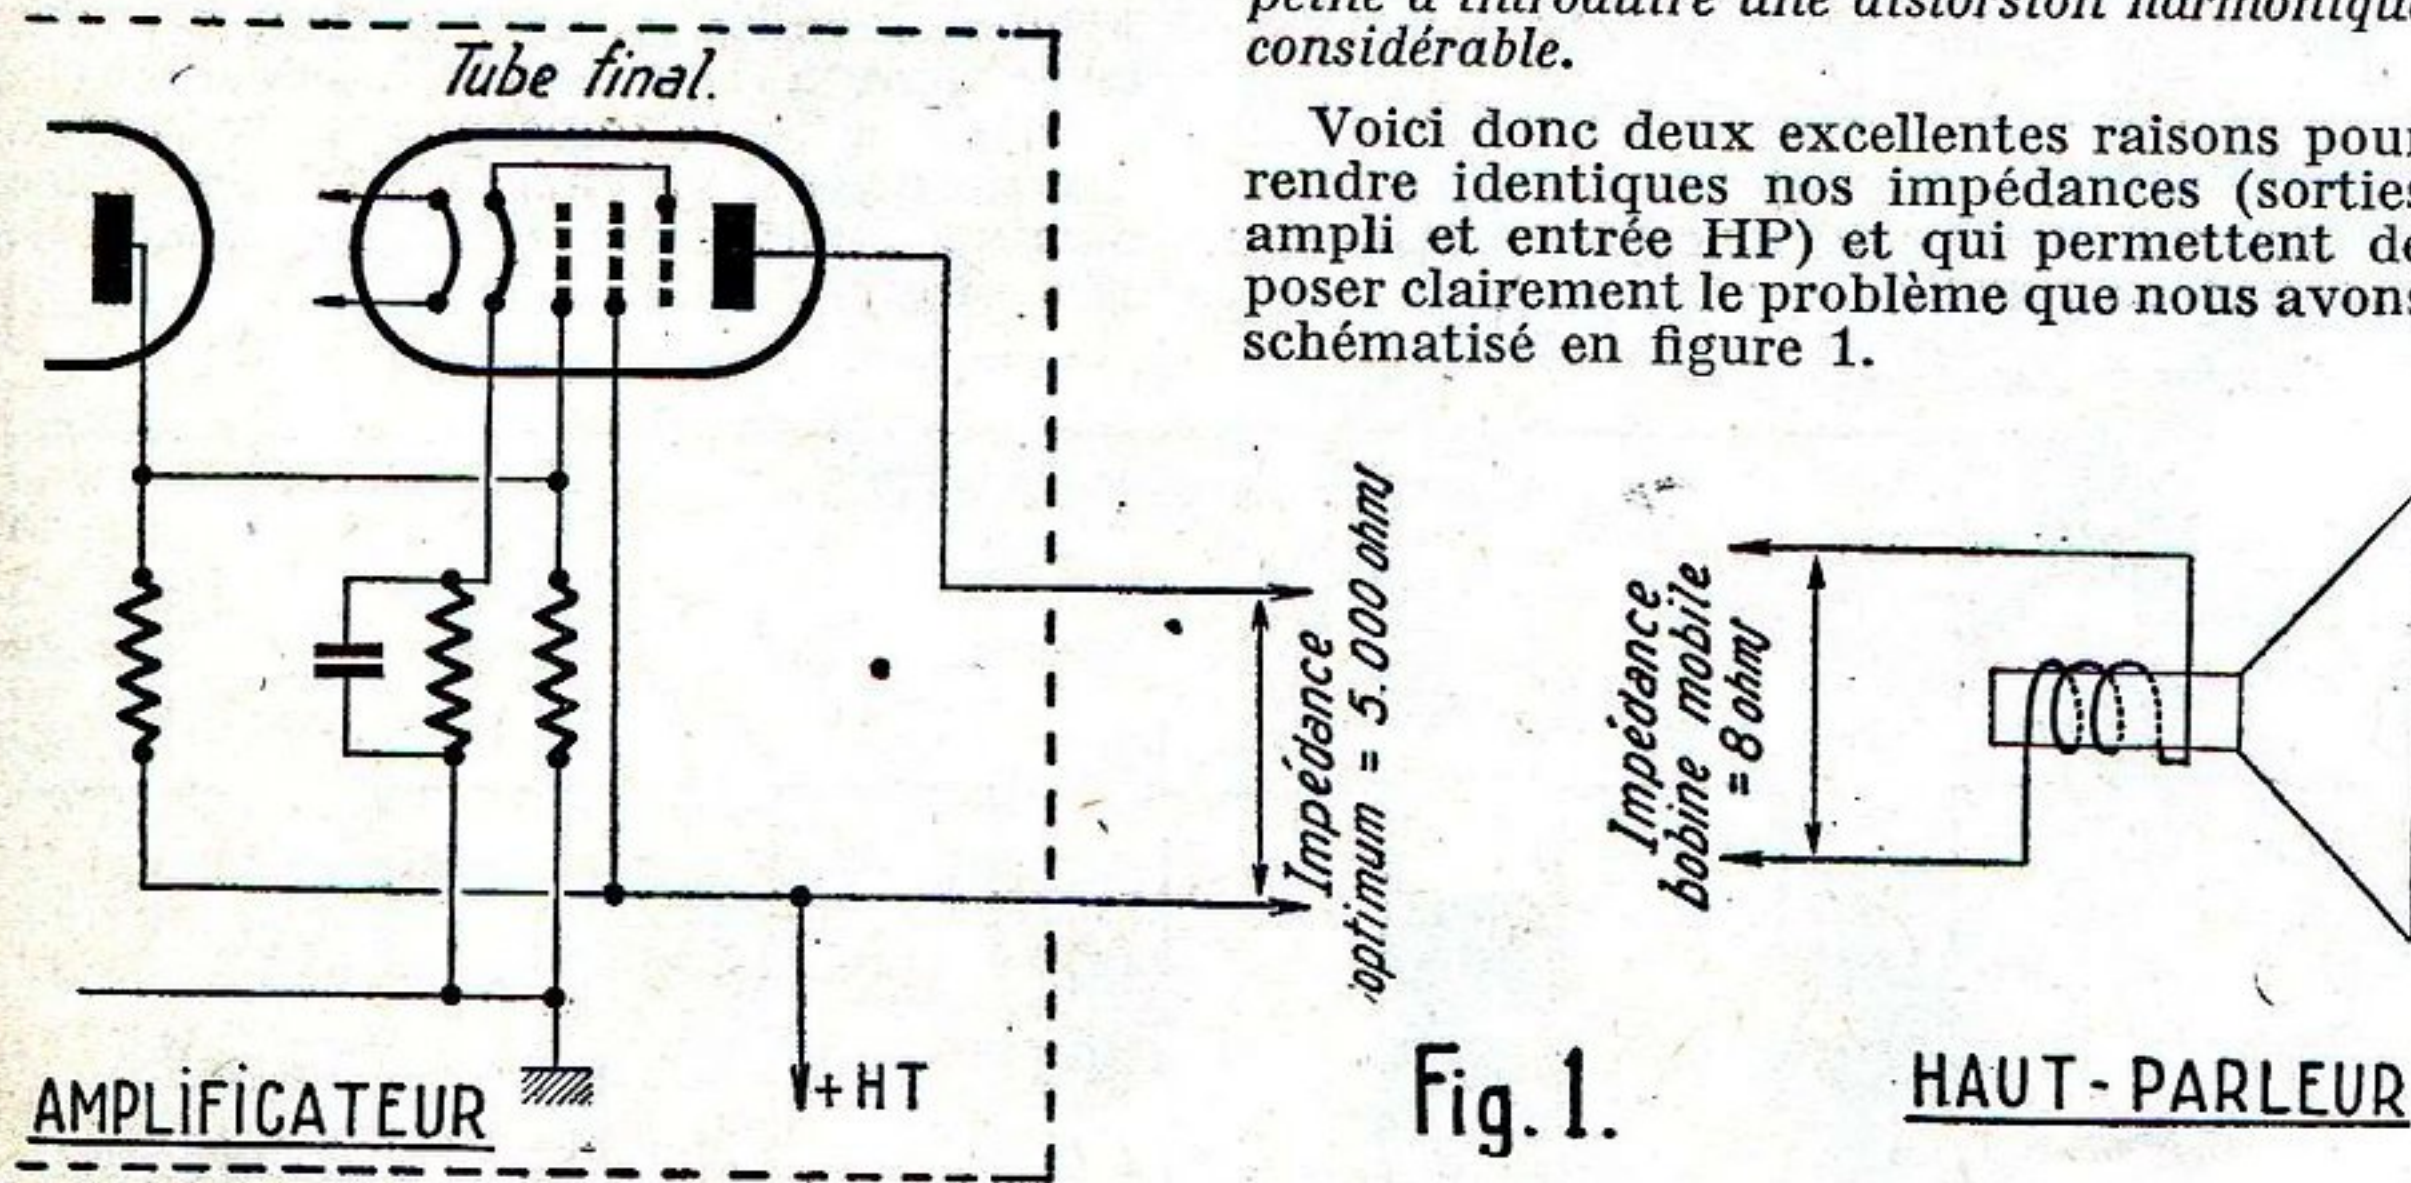

Fig. 1.
Voici donc deux excellentes raisons pour rendre identiques nos impédances (sorties ampli et entrée HP) et qui permettent de poser clairement le problème que nous avons schématisé en figure 1.
**Exemple :** Dans le cas de notre figure 1, l'impédance optimum du tube final est de 5.000  $\Omega$  et l'impédance de la bobine mobile du haut-parleur de 8  $\Omega$ , donc,